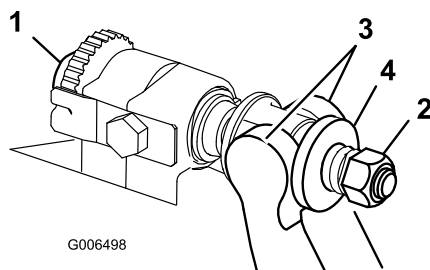

Figura 26
1. Ruotate le viti di regolazione della barra di appoggio in senso antiorario per allontanare la controlama dal cilindro (Figura 26).
2. Allentate il dado di tensione della molla, finché la rondella non sarà più in tensione contro la barra di appoggio (Figura 26).